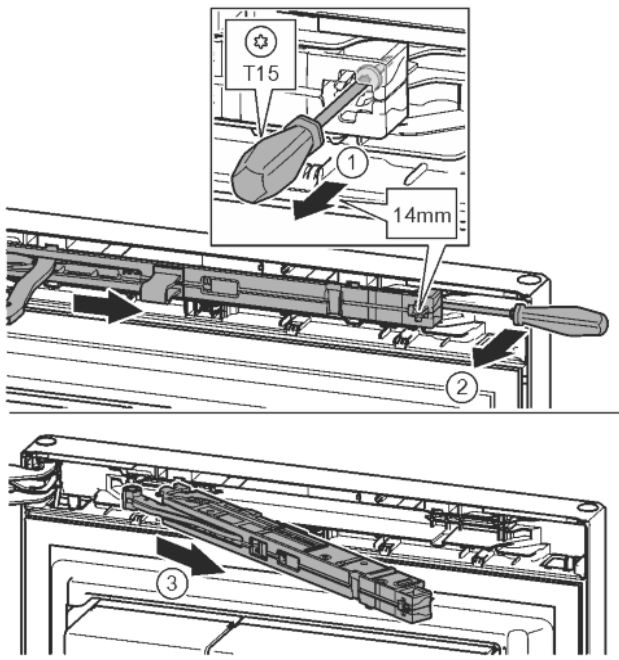

Fig. 12
- ▶ Šroub na jednotce tlumiče zavírání povolte šroubovákem T15 o cca 14 mm. Fig. 12 (1)
- ▶ Šroubovákem na straně madla zajedťte za jednotku tlumiče zavírání a otočte ji dopředu. Fig. 12 (2)
- ▶ Vytáhněte jednotku tlumiče zavírání. Fig. 12 (3)